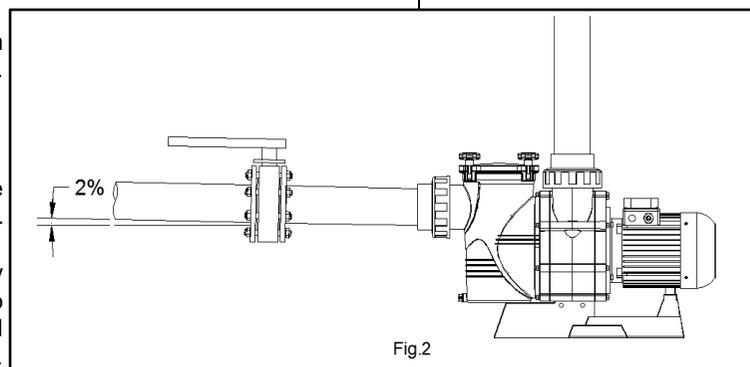

Fig. 2
- The connection of the pipe must be threaded into the mouths of the pump using the right accessories (Fig. 2).
- Трубные штуцеры ввинчиваются в приемные отверстия насоса при помощи соответствующих комплектующих (Рис. 2).
- Монтаж нагнетательных патрубков выполняется в строго перпендикулярном положении с прецизионной центровкой относительно подключаемого патрубка во избежание воздействия наружного давления на корпус насоса и трубопроводы. Помимо усложнения непосредственно блочной конструкции, возможно также разрушение ее отдельных компонентов вследствие указанного воздействия на них наружного давления (Рис. 2).
- Монтаж приемной трубы насоса выполняется под небольшим углом 2 % по отношению к корпусу насоса во избежание образования низкого давления (Рис. 2).
Apart from making assembly more difficult, this pressure could even break them (Fig. 2).
- Suction tube installation is done at a slight angle of 2 % towards the pump, thus avoided siphon formation (Fig.2).